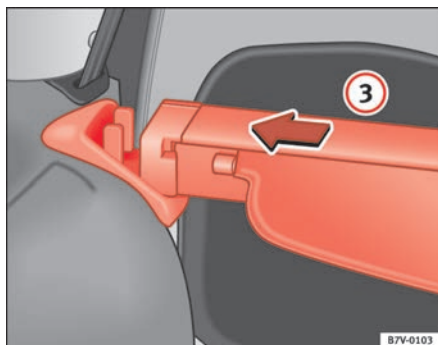

Abb. 115 Gepäckraumabdeckung: linker Halter
- Drücken Sie die Gepäckraumabdeckung bis zum Anschlag in Pfeilrichtung ⇒ Abb. 115 (3) in die linke Halterung.